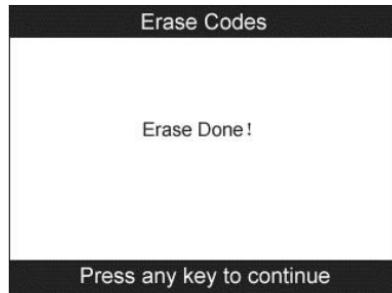

Figura 5.7
- Si los códigos son borrados exitosamente, un mensaje de confirmación “¡Borrado Hecho!” aparece en la pantalla. (Figura 5.7)